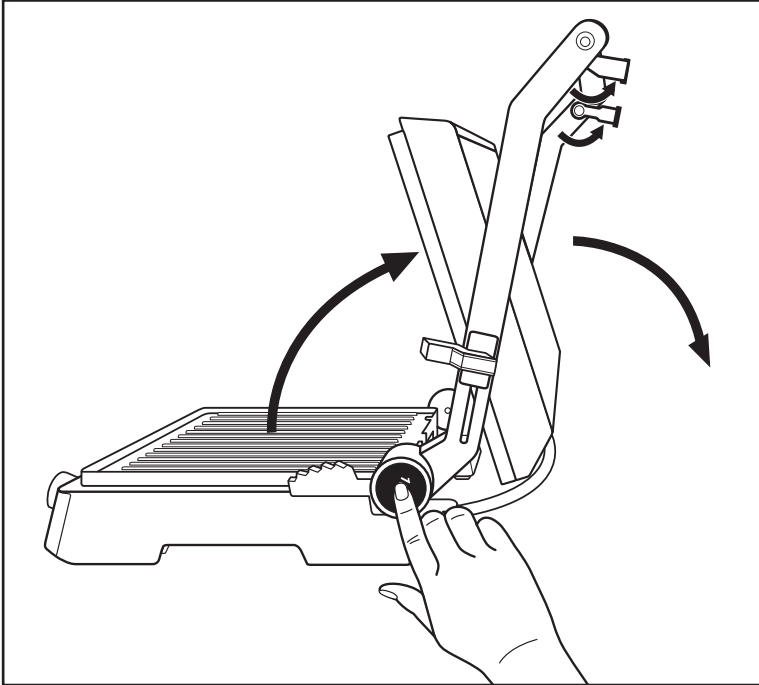

Fig. 1
- 1) Aprire i due piedini di appoggio ❶ (fig. 1).
- 2) Premere il tasto di sbloccaggio 180° ❸ (fig. 1) e aprire il coperchio dell'apparecchio in modo tale da poter utilizzare entrambe le piastre riscaldanti ❷ come grill da tavolo.